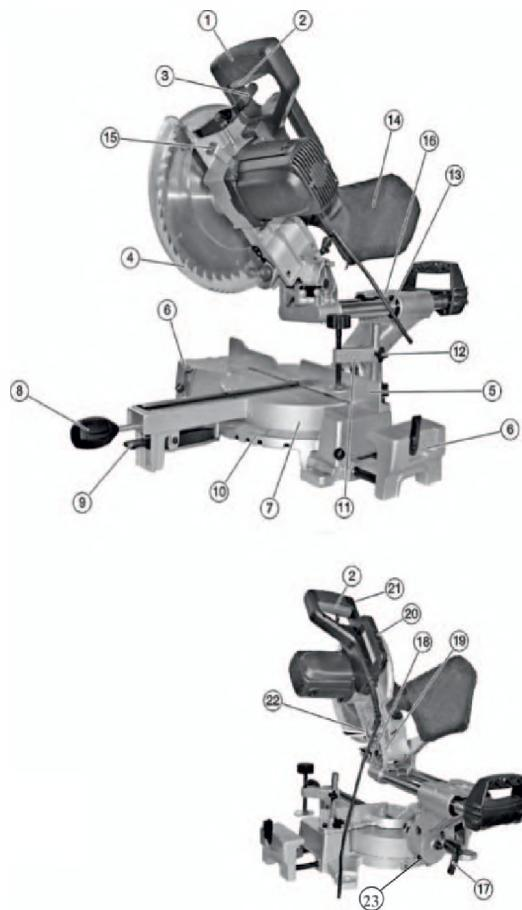

Рис. 3
2. Отпустите фиксатор регулировки угла наклона и установите блок мотора на отметку 0°. Затяните ручку блокировки 17 (Рис. 3).
- 3.2. Выровняйте по угольнику пильный диск перпендикулярно столу и затяните фиксатор регулировки угла наклона 17 (Рис. 3).
4. Проверьте настройку, наклонив блок мотора, чтобы указатель встал на отметку "0°". Приложите угольник к столу и к пильному диску и проверьте, чтобы они были перпендикулярны друг другу. Если стол и пильный диск не перпендикулярны, снова отрегулируйте винт упора наклона 29 (Рис. 3) на 0°.
4. Затяните ручку блокировки стола 8 (Рис. 3).
12. Нажмите на рычаг разблокировки защитного кожуха 3 (Рис. 3) и опустите блок мотора, чтобы пильный диск погрузился в заготовку.
2. Отпустите ручку блокировки стола 8 (Рис. 3).
5. Отпустите ручку блокировки наклона 17 (Рис. 3) и наклоните блок мотора влево на нужный угол.
8. Наклонив блок мотора на нужный угол, крепко затяните ручку блокировки наклона 17 (Рис. 3).
16. Разблокируйте защитный кожух 3 (Рис. 3) и опустите блок мотора, чтобы пильный диск вошел в заготовку.